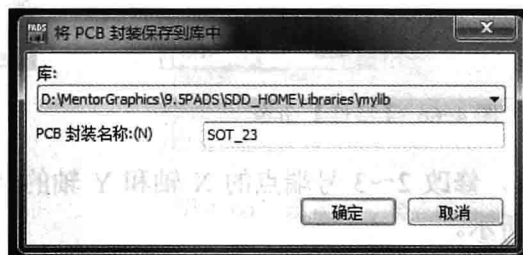

图 4-72 保存封装
(1) 执行菜单命令【文件】→【保存封装】，或者在 PADS Layout 的工具栏中单击  图标，弹出“将 PCB 封装保存到库中”对话框，在“库”下拉列表中选择我们要保存的元件库路径。在“PCB 封装名称”文本框中填入要保存的封装名称，如 SOT_23，如图 4-72 所示。